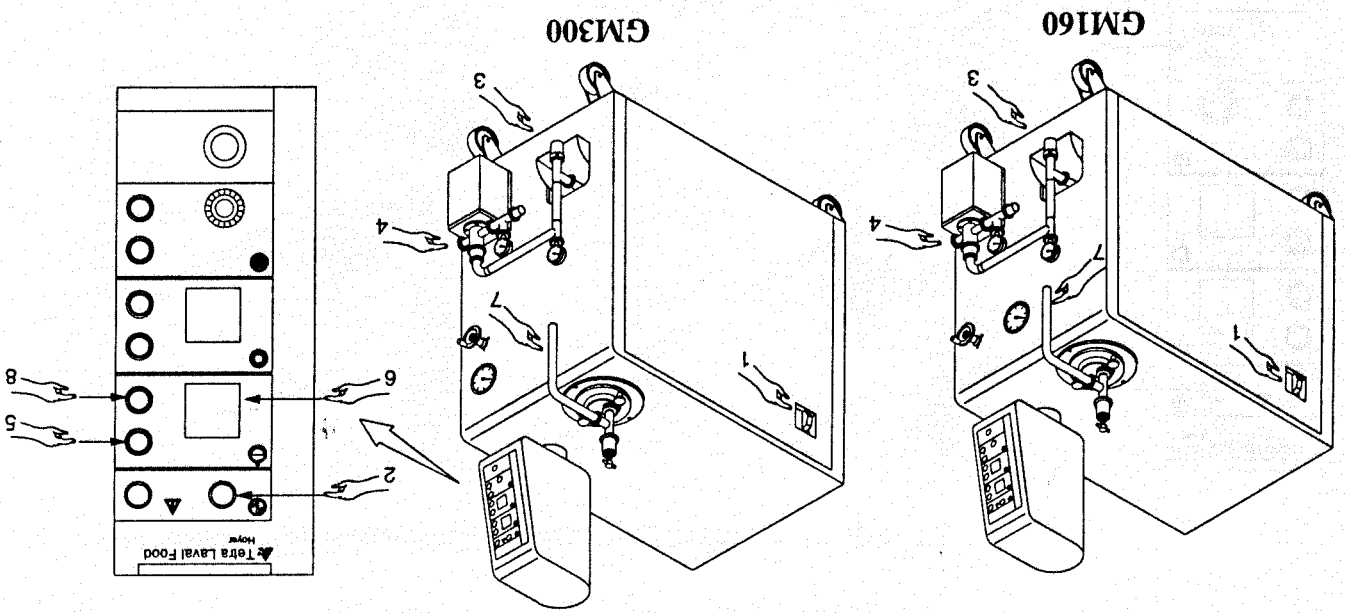

Fig.6.2
- 1 - Inserire l'interruttore generale (Part.1, Fig.6.2) e dare tensione al freezer almeno 5/6 ore prima della messa in funzione del compressore frigorifero.
- 2 - Verificare che sul pannello operatore la lampada di presenza tensione L1 (Part.2, Fig.6.2) sia accesa. La resistenza installata nel compressore frigorifero scalda l'olio espellendo inoltre l'eventuale gas frigorifero contenuto nello stesso. Per la stessa ragione l'interruttore generale non deve mai essere aperto alla fine della produzione.
- Verificare il corretto montaggio della valvola di sicurezza (Part.3, Fig.6.2) posta fra uscita pompa - ingresso cilindro.
4 - Collegare la pompa al recipiente contenente la miscela (Part.4, Fig.6.2).
5 - Mettere in moto la pompa premendo il pulsante luminoso P1 (Part.5, Fig.6.2).
Sull'indicatore D1 appare la velocità preimpostata della pompa (Part.6, Fig.6.2).
6 - Attendere che dal tubo di uscita del freezer inizi ad uscire la miscela (Part.7, Fig.6.2).
7 - Arrestare la pompa premendo il pulsante P2 (Part.8, Fig.6.2).
Sull'indicatore D1 appare la velocità preimpostata della pompa (*Part.5, Fig.6.2*).
13 - Ruotare il volantino (*Part.6, Fig.6.2*) in senso orario (+) e in senso antiorario (-) per regolare la produzione oraria di gelato.